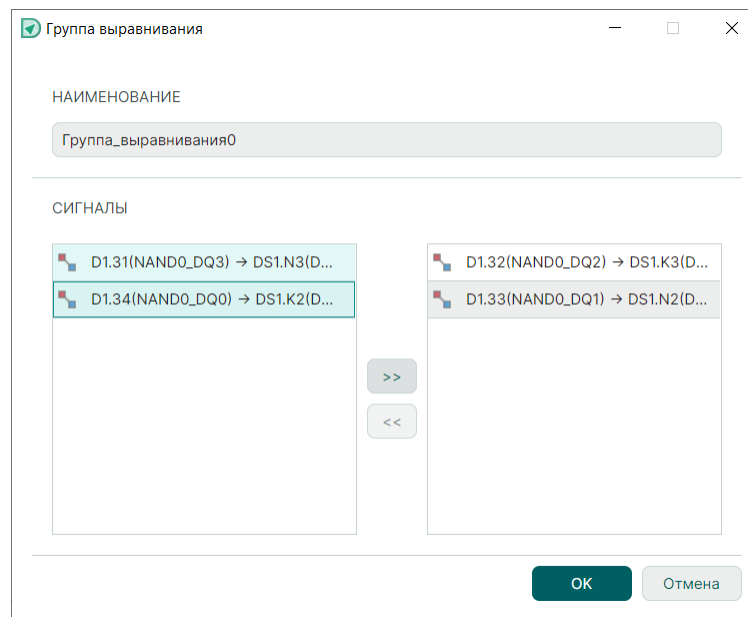

Рис. 367 Наполнение группы выравнивания
2. Задайте имя группы выравнивания и перенесите из левой части поля «Сигналы» в правую часть необходимые сигналы с помощью кнопок перемещения, см. Рис. 367.